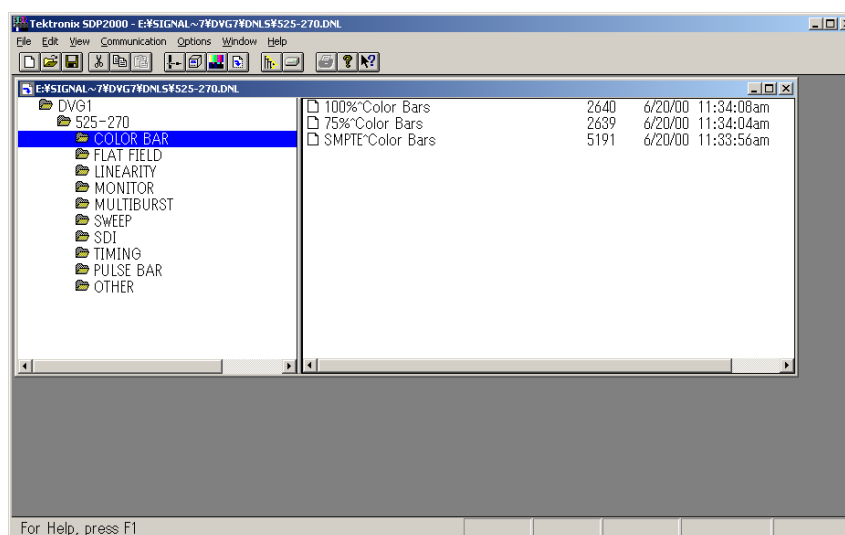

図 9 DNL ファイルを SDP2000 で開いた画面
STEP 8 各モジュール・ディレクトリの DNLS ディレクトリには、DNL (ダウンロード) ファイルがあります。DNL ファイルをマウスでダブル・クリックして開くと、DNL ファイルに含まれるテスト信号が確認できます (図 9 参照)。各 DNL ファイルに含まれるテスト信号の一覧は、DNLS ディレクトリにテキスト・ファイルでも用意しています。